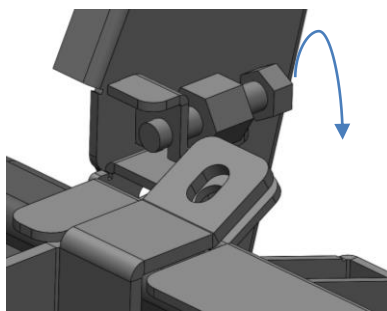

Рис.16
10. Откручивая или закручивая регулировочные болты (рис.16) выровнять положение верхней части бампера под фарами.